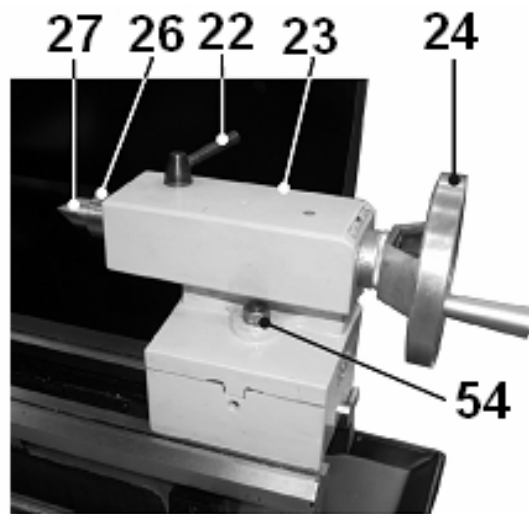

Рис. 10
10.1.6. Используя рождовый ключ (Ф), Рис.1, поворотом против часовой стрелки ослабьте фиксацию гайки (54), фиксирующей положение задней бабки (23). Переместите заднюю бабку (23) до упора центра (27) в центровочное отверстие заготовки. Закрепите заднюю бабку (23) в этой позиции поворотом по часовой стрелке гайкой (54), фиксирующей положение задней бабки (23). Поверните ручку фиксации (22) против часовой стрелки. Маховиком (24) перемещения пиноли (26) по часовой стрелке необходимо поджать центр (27). Поворотом ручки фиксации (22) по часовой стрелке зафиксируйте установленное положение пиноли (26), Рис. 10.